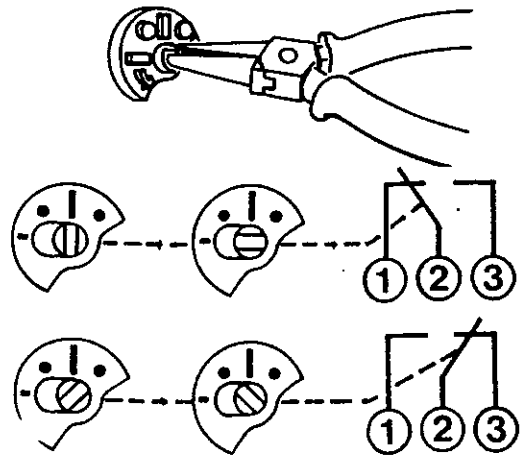

fig. 4
-1 anticipation de commutation (fig. 4)